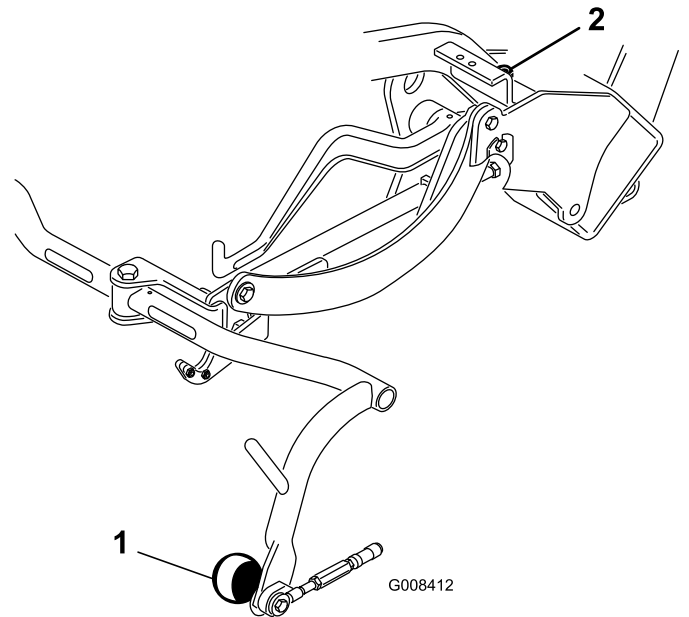

図 9
3. 調整が必要な場合には、キャリアフレームのストップねじ（図 9）についているジャムナットをゆるめ、ストップねじの高さを変えてキャリアフレームの高さを調整する。調整ができたらジャムナットを締めて調整を固定する。